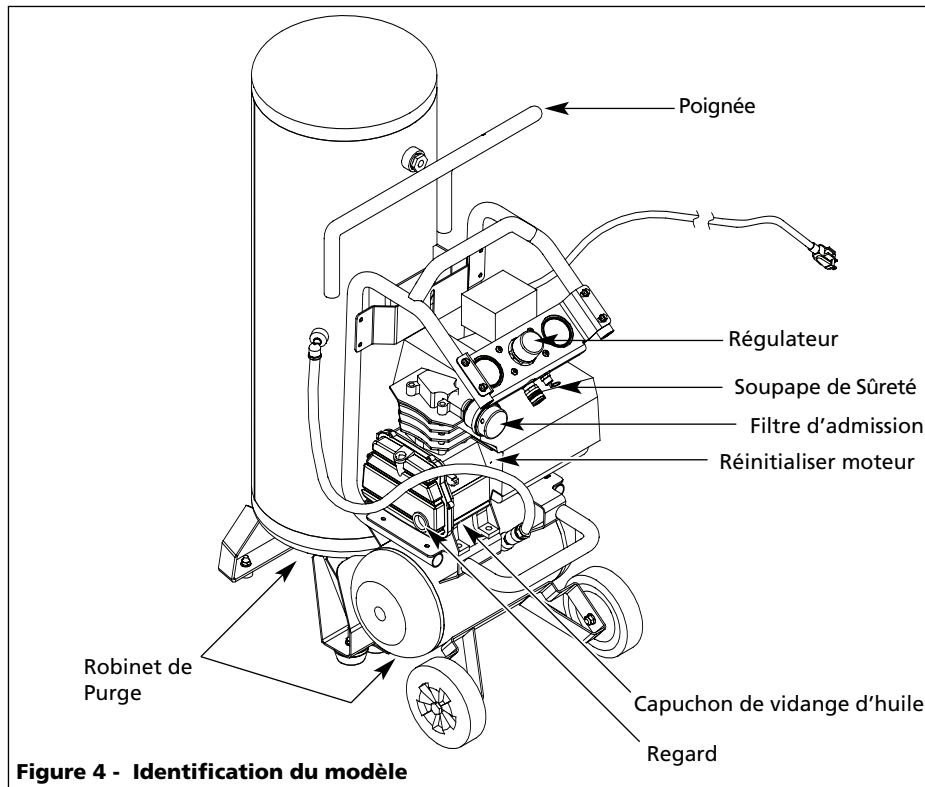

Figure 4 - Identification du modèle
2. Porter des lunettes de sécurité, tirer l'anneau sur la soupape de sûreté (voir les Figures 4 et 8) pour dégager la pression du réservoir du compresseur. Utiliser l'autre main pour éloigner l'air se déplaçant rapidement du visage.
1. Éteindre le compresseur et dégager la pression du système. Pour dégager la pression du système, tirer sur la soupape de sûreté ASME (voir les Figures 4 et 8). Éloigner l'air qui s'échappe en protégeant la soupape d'une main tout en tirant de l'autre. Tirer l'anneau jusqu'à ce que le réservoir soit vide.
3. Enlever le bouchon de vidange (voir Figure 4), permettre que l'huile se vide dans le récipient. Incliner le modèle pour le vider complètement.
*Si le protecteur de surchauffe est activé, le moteur doit pouvoir se refroidir pendant 30 minutes avant tout démarrage manuel. La réinitialisation du moteur se trouve sur le côté de la pompe du compresseur (voir la figure 4).*